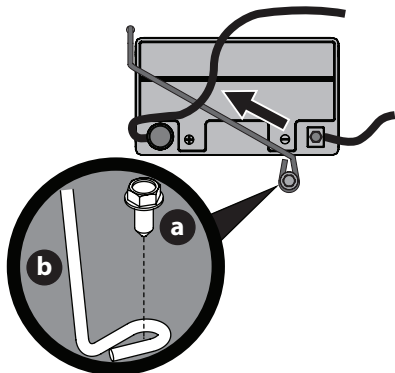

Figura 16
NOTA: el mazo de cables debería colocarse sobre la parte superior de la barra de sujeción de batería. De no ser así, el mazo de cables podría resultar dañado (Figura 16 en la página 46).
3. Extraiga el tornillo de cabeza hexagonal con arandela (a) que sujeta la barra de sujeción de la batería al marco (b). Luego levante la barra de sujeción (b) de la batería para liberar la batería (Figura 16).